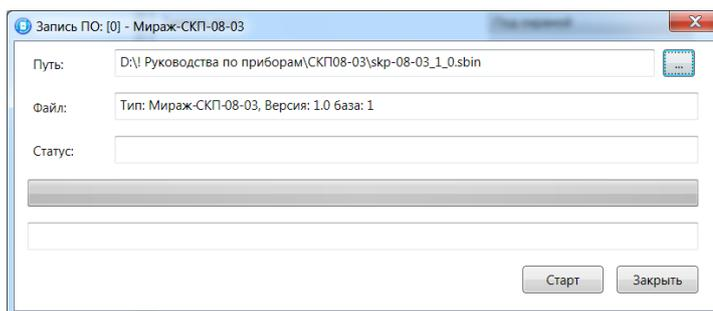

Рис. 7.4. Окно *Запись ПО*
8. В открывшемся окне *Запись ПО* (рис. 7.4) нажмите кнопку . В открывшемся окне *Открыть* укажите местонахождение файла встроенного ПО (.sbin) на ПК и нажмите кнопку *ОК*.